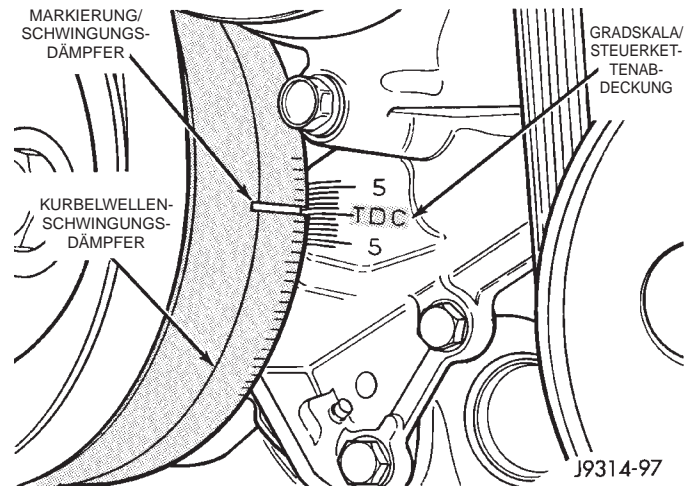
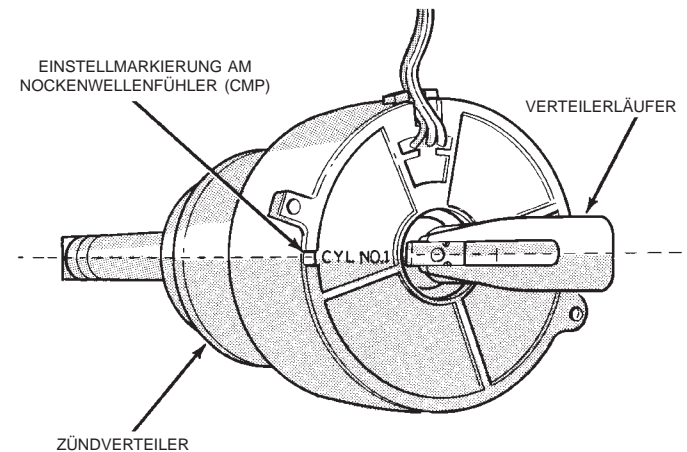
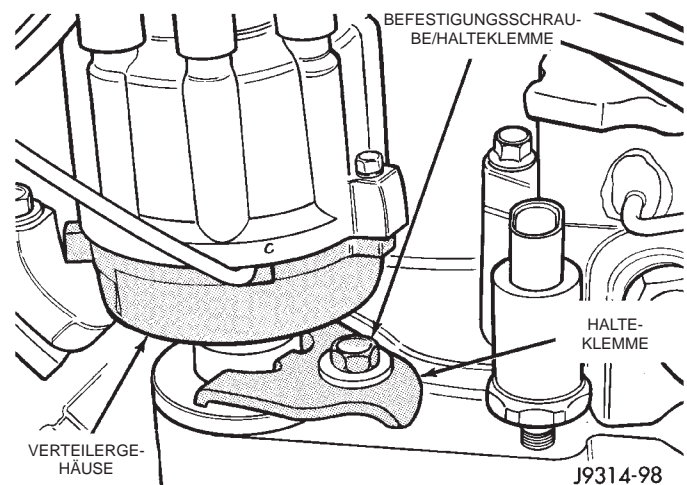

Abb. 33 Einstellmarkierungen — Typisch
Abb. 34 Einstellmarkierung für den Verteilerläufer — 5.2L-/5.9L-Motoren
Abb. 35 Halteklemme des Zündverteilers — 5.2L-/5.9L-Motoren
(1) Batterie-Minuskabel von der Batterie abklemmen.
(2) Schlauch des Ansaugluftfilters vom Drosselklappengehäuse abbauen.
(3) Zündspulenkabel von der Verteilerkappe abbauen.
(4) Alle Zündkabel von der Verteilerkappe abbauen. Die einzelnen Kabel vor dem Abziehen entsprechend markieren.
(5) Verteilerkappe vom Zündverteiler abbauen (zwei Schrauben lösen).
(6) Stellung des Verteilergehäuses in Bezug auf den Motor oder die Spritzwand markieren. Hierdurch wird der spätere Einbau erleichtert.
(7) Vor dem Ausbau des Zündverteilers muß der Kolben von Zylinder 1 in Stellung OT des Arbeitstakts gebracht werden.
(8) Steckschlüsseinsatz an der Befestigungsschraube des Kurbelwellen-Schwingungsdämpfers ansetzen.
(9) Die Kurbelwelle von vorn gesehen langsam von Hand nach rechts drehen, bis die Markierung auf dem Kurbelwellen-Schwingungsdämpfer mit der 0°-Markierung (OT) der Gradskala auf der Steuerkettenabdeckung fluchtet (Abb. 33).
(10) Der Verteilerläufer muß nun mit der auf dem CMP-Fühler eingestanzen Markierung "CYL. NO. 1" fluchten (Abb. 34). Ist dies nicht der Fall, die Kurbelwelle um 360° weiterdrehen. Auf die Stellung des Zündkabels von Zylinder 1 (auf der Verteilerkappe) in Bezug zum Verteilerläufer achten. Der Verteilerläufer muß nun auf diese Stelle zeigen.
(11) Den 3-poligen Steckverbinder des CMP-Fühlers vom Motorhauptkabelbaum abziehen.
(12) Verteilerläufer von der Verteilerwelle abziehen.
(13) Befestigungsschraube der Halteklemme des Zündverteilers lösen und Halteklemme abnehmen (Abb. 35).
(14) Zündverteiler aus dem Motor ziehen.
Die Kurbelwelle von vorn gesehen langsam von Hand nach rechts drehen, bis sich der Kolben des Zylinders 1 im Verdichtungsstakt befindet (hierzu Zündkerze des Zylinders 1 herausdrehen und einen Finger auf der Einbauöffnung der Zündkerze halten, bis Kompression fühlbar ist). Anschließend die Kurbelwelle langsam weiter nach rechts drehen, bis die Markierung am Schwingungsdämpfer mit der 0°-Markierung (OT) auf der Gradskala an der Steuerkettenabdeckung fluchtet (Abb. 33).
(1) Oberseite des Zylinderblocks abwischen, so daß die Dichtfläche zwischen Zündverteilerfuß und Motorblock sauber ist.
(2) Die O-Ring-Dichtung am Verteilergehäuse leicht mit Öl versehen.
(3) Verteilerläufer auf der Verteilerwelle anbringen.
(4) Zündverteiler in der ursprünglichen Einbaulage in den Motorblock einsetzen. Nase der Verteilerwelle mit der Nut im Ölpumpenzahnrad fluchten. Verteilerläufer zur Stellung des Zündkabels für Zylinder 1 ausrichten.
(5) Befestigungsschraube der Halteklemme des Zündverteilers eindrehen, aber noch nicht festziehen.
(6) Verteilergehäuse so weit drehen, bis der Verteilerläufer mit der Markierung "CYL. NO. 1" am CMP-Fühler fluchtet (Abb. 34).
(7) Befestigungsschraube der Halteklemme (Abb. 35) mit 22,5 N·m (200 in. lbs.) festziehen.
(8) Steckverbinder des CMP-Fühlers am Motorhauptkabelbaum anschließen.
(9) Verteilerkappe aufsetzen und mit den Schrauben am Zündverteiler befestigen.
(10) Zündkabel an der Verteilerkappe anbringen.
(11) Korrekte Stellung des Zündverteilers wie nachstehend beschrieben überprüfen.